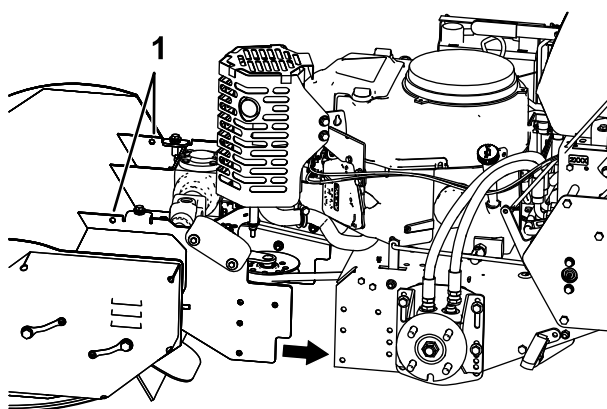

Figure 3
7. Déposez le couvercle supérieur de la débroussailleuse et la tige de commande d'engagement de la PDF avant de lever et de placer la débroussailleuse en position contre la machine (Figure 3).